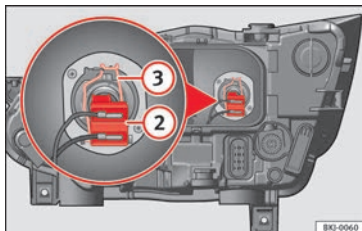

Fig. 112 Nel vano motore: lampadina degli anabbaglianti.
- Estrarre il connettore della lampadina » **fig. 112** ②.
- Sganciare la molla di ritegno » **fig. 112** ③ premendo verso l'interno e a destra.